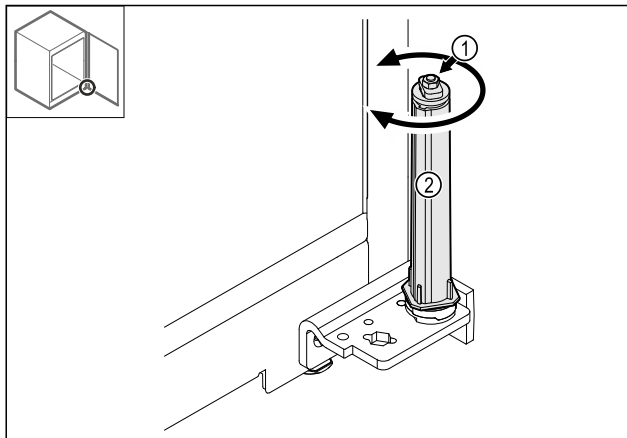

Fig. 39
- Non scomporre il collegamento a vite Fig. 39 (1) del sistema di chiusura.
- Ruotare il sistema di chiusura Fig. 39 (2) finché non scatta.